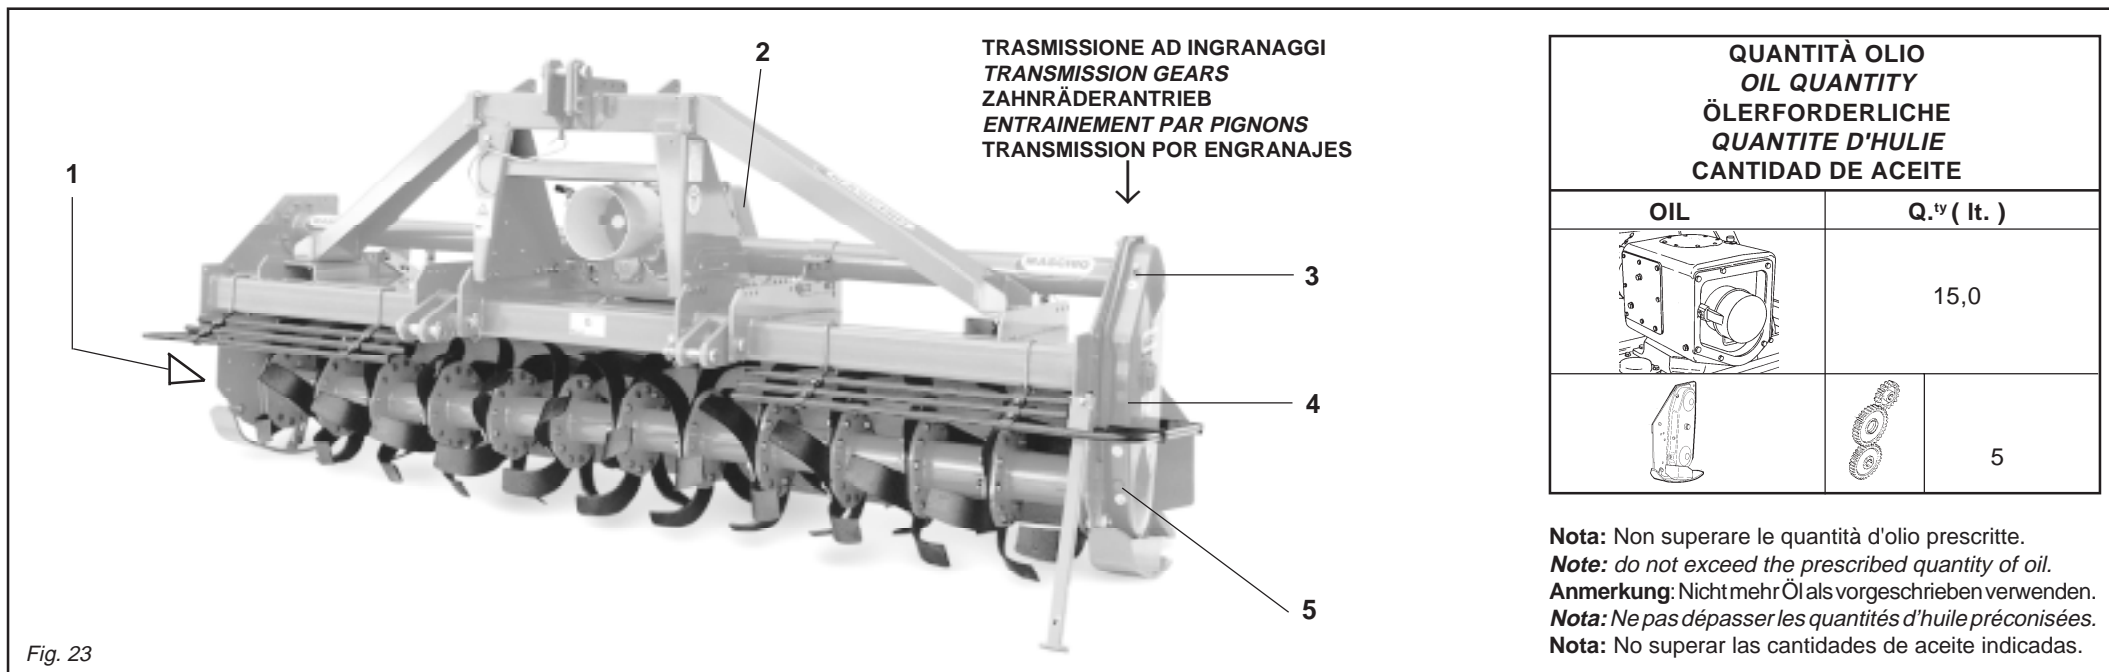

Fig. 23
- Den Ölstand im Gang-Gehäuse kontrollieren (2 Abb. 23); ev. bis zum Ölstandzeichen, das auf dem Stab angebracht ist, nachfüllen.
- Kettenantrieb: den Ölstand im Seitenantrieb prüfen. Dazu den Ölstandsstopfen (4 Abb. 23) losschrauben und prüfen, ob Öl ausfließt. Ggf. durch den Öleinfüllstopfen (3 Abb. 23) soviel Öl nachfüllen, bis das Öl am Ölstandsstopfen ausläuft.
- Zahnradantrieb: den Ölstand im Seitenantrieb prüfen. Dazu den Ölstandsstopfen (4 Abb. 23) losschrauben und prüfen, ob Öl ausfließt. Ggf. durch den Öleinfüllstopfen (3 Abb. 23) soviel Öl nachfüllen, bis das Öl am Ölstandsstopfen ausläuft.
- *Graissez les fusées du rotor (1 Fig. 23).*
- *Contrôlez le niveau de l'huile dans la boîte de vitesse. Si nécessaire, rajouter de l'huile jusqu'au cran sur la jauge (2 Fig. 23).*
- *Entrainement latéral par chaîne: contrôlez le niveau de l'huile dans le carter latéral de la transmission en dévissant le bouchon de niveau (4 Fig. 23) et vérifiant si l'huile sort. Si nécessaire rajouter de l'huile par le bouchon de remplissage (3 Fig. 23) jusqu'à ce qu'elle sorte par le bouchon de niveau.*
- *Entrainement latéral par pignons: contrôlez le niveau de l'huile dans le carter latéral de la transmission en dévissant le bouchon de niveau (4 Fig. 23) et vérifiant si l'huile sort. Si nécessaire rajouter de l'huile par le bouchon de remplissage (3 Fig. 23) jusqu'à ce qu'elle sorte par le bouchon de niveau.*
- Engrasar los ejes del rotor (1 Fig. 23).
- Controlar el nivel de aceite en la caja de cambio, eventualmente rellenar hasta la muesca de nivel presente en la varilla (2 Fig. 23).
- Transmisión lateral por cadena: controlar el nivel de aceite en el carter lateral de la transmisión, desenroscando el tapón de nivel (4 Fig. 23) y controlando que salga el aceite. Eventualmente agregar aceite a través del tapón de llenado (3 Fig. 23), hasta que veamos que sale por el tapón de nivel.
- Transmisión lateral por engranajes: controlar el nivel de aceite en el carter lateral de la transmisión, desenroscando el tapón de nivel (4 Fig. 23) y controlando que salga el aceite. Eventualmente agregar aceite a través del tapón de llenado (3 Fig. 23), hasta que veamos que sale por el tapón de nivel.
- Effettuare il cambio completo dell'olio, sia cambio e sia del carter trasmissione, scaricando completamente l'olio dal tappo di scarico posto sotto la scatola riduttore e dal tappo di scarico trasmissione (2 e 5 Fig. 23). È inoltre opportuno in tale circostanza uno smontaggio con relativa pulizia dei dischi frizione (nel caso si utilizzino un albero cardanico con frizione).
- *Change the oil in the in the gearbox and transmission casing by completely draining off the old oil through the drain plug under the reduction unit and through the transmission drain plug (2 and 5 Fig. 23).*
- Das Öl im Getriebe wechseln. Dazu die Ölablaßschraube unter dem Getriebegehäuse und den Stopfen des seitlichen Antriebs (2 und 5 Abb. 23) losdrehen und das Öl ausfließen lassen.
- *Vidangez entièrement l'huile du boîte de vitesse et du carter de transmission à travers le bouchon de vidange qui se trouve sous la boîte du réducteur et par le bouchon de vidange de la transmission (2 et 5 Fig. 23).*
- Efectuar el cambio completo del aceite, tanto la caja de cambio como también del cárter de transmisión, descargando completamente el aceite del tapón de descarga presente debajo de la caja del reductor y del tapón de descarga transmisión (2 y 5 Fig. 23).